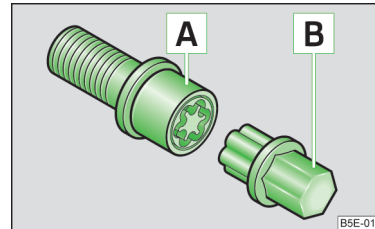

Abb. 185
- Den Adapter  » Abb. 185 mit seiner verzahnten Seite bis zum Anschlag so in die innere Verzahnung der Anti-Diebstahl-Radschraube  stecken, dass nur noch der äußere Sechskant herausragt.